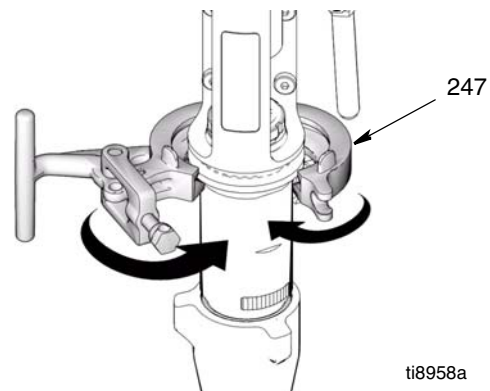

FIG. 15
3. (FIG. 15) Cierre la abrazadera (247) alrededor de la bomba (111) y empújela para cerrarla.